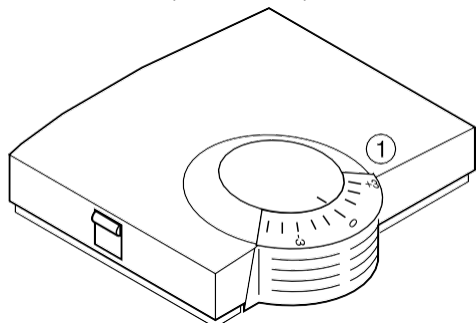

Figur 4: Sæt kabinettet på
- Sæt kabinettet på foroven, og bring det i indgreb forneden (se Figur 4).
- Sæt kabinettet på foroven, og bring det i indgreb forinden (se Figur 4).